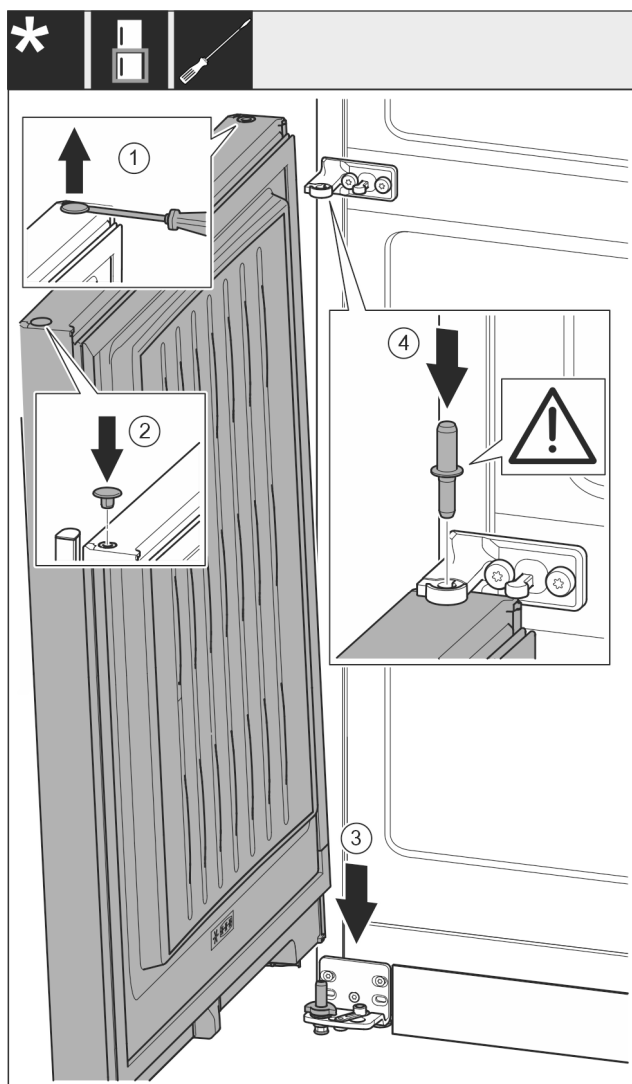

Fig. 20
- Til de plug voorzichtig Fig. 20 (1) op met een platte schroevendraaier en trek hem er uit.
- Plug Fig. 20 (2) aan de andere deurzijde er weer insteken.
- Deur Fig. 20 (3) van bovenaf op de onderste lagerbouten plaatsen.
- Lagerbout midden Fig. 20 (4) door lagerbok midden in de onderste deur steken. Let hierbij op dat het vergrendelingslipje naar achteren wijst.